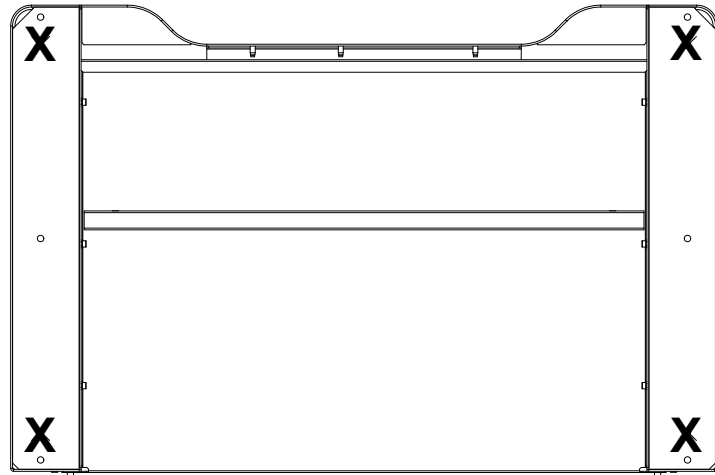

Figure 20. Dessous du bâti montrant l'emplacement des pieds du bâti
6. Repérez les pieds du bâti qui ont pu être retirés pour boulonner le bâti à la palette et réinstallez-les aux endroits indiqués sur Figure 20 à la page 73.